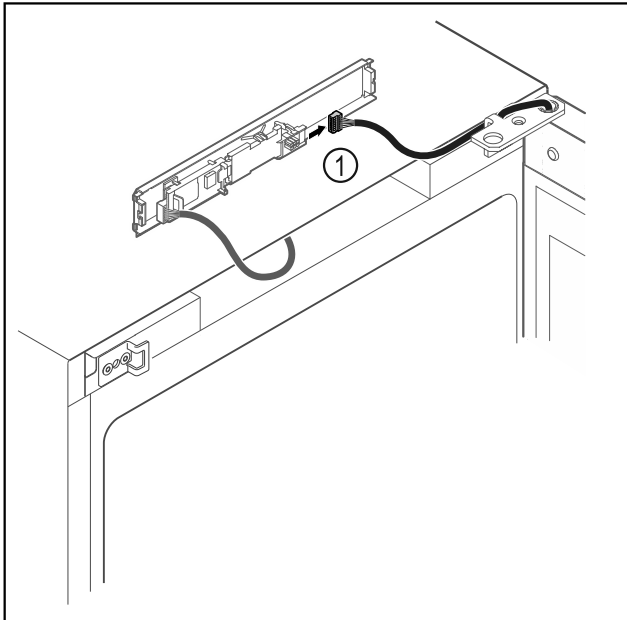

Fig. 12
- Stecker Fig. 12 (1) von Platine abstecken.